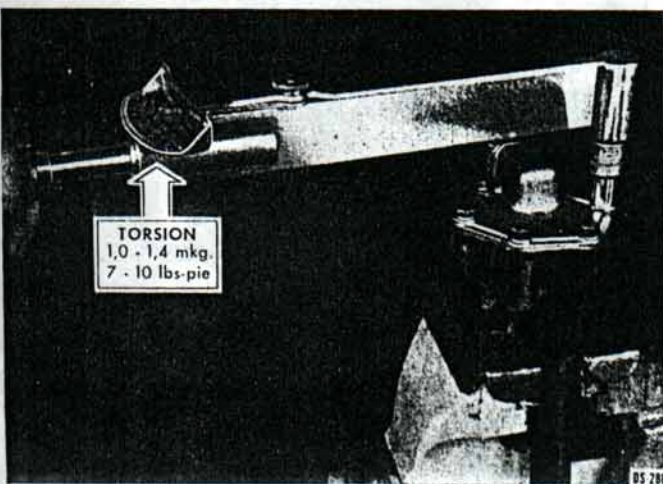

Fig. 140. — Apertando los bulones de la tapa de la bomba de aceite.
- 6) Apretar los bulones de la tapa a una torsión de 1,0 a 1,4 mkg (7 a 10 pie-lbs) (Fig. 140).